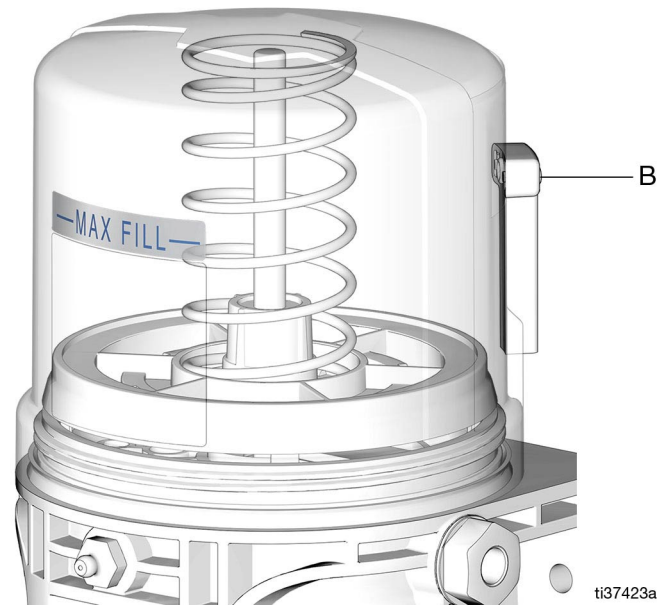

ABB. 20
3. Behälter bis zur MAX-Linie mit NLGI-Schmierfett füllen (ABB. 20).
HINWEIS: Das Entlüftungsrohr (B) darf nicht als Überfüllungsanzeige verwendet werden (ABB. 20).